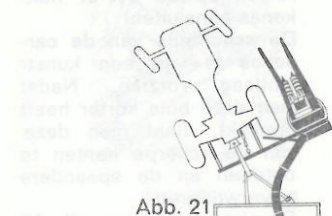

Abb. 21
3. Bei der Linkskurvenfahrweise gibt es keine Behinderung durch den Mais-Wolf. Abb. 21.
3. Lefthand travel does not hinderance by the implement (Fig. 21).
3. Nella voltata a sinistra la mietitriccia non è d'impedimento (fig. 21).
3. Wanneer u linksom rijdt, hindert de Mais-Wolf niet (afb. 21)